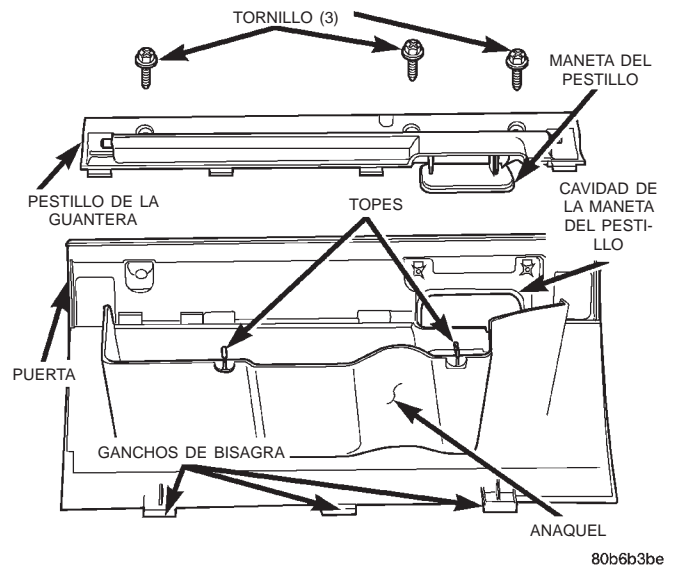

Fig. 22 Desmontaje e instalación del pestillo de la guantera
(1) Desconecte y aisle el cable negativo de la batería.
(2) Baje la puerta de la guantera del tablero de instrumentos. Para informarse sobre los procedimientos, consulte **Guantera - Abertura** en la sección Desmontaje e instalación de este grupo.
(3) Retire los tres tornillos que fijan el pestillo de la guantera al interior de la puerta de la guantera (Fig. 22).